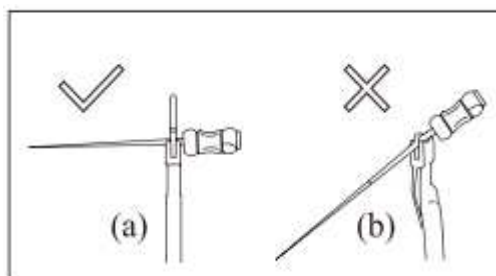

Figura 20
d) Tenha como referências a figura 20 (a) para prender a lima, na figura 20 (b) a medição não pode ser feita de forma adequada.